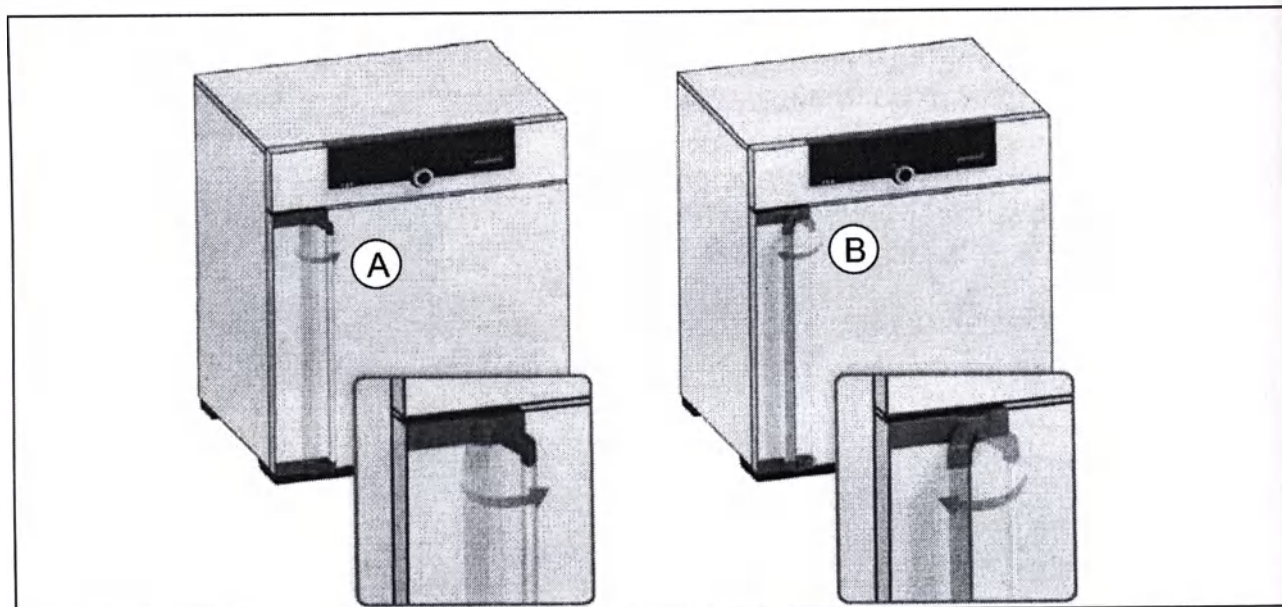

Рис. 12 Открытие и закрытие дверцы
- Для открытия дверцы потяните ручку дверцы вбок (в зависимости от варианта навешивания дверцы справа или слева, Рис. 12, А) и полностью откройте дверцу.